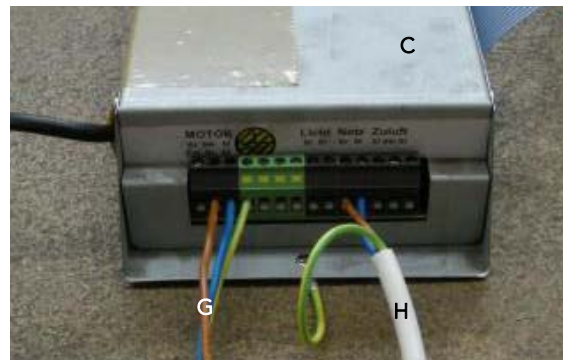

Bild 2
1. Schritt Bild 2
- Stromanschlusskabel (H) an Steuerkasten (C) anschliessen wo mit Netz beschriftet ist
- Ventilatorkabel (G) an Steuerkasten (C) anschliessen wo mit Motor beschriftet ist